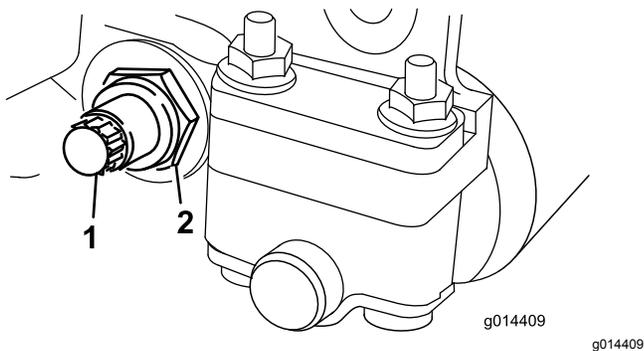

Figure 14
3. De chaque côté de la machine, desserrez le contre-écrou de fixation du boulon de la barre d'appui (Figure 14).
4. Retirez les boulons de la barre d'appui afin de pouvoir abaisser la barre et la dégager du boulon de l'unité de coupe (Figure 14).